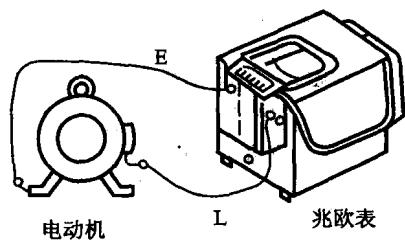

图 1-1-4 兆欧表测绝缘电阻的示意图
④ 测量时一般只使用兆欧表的“线(L)”和“地(E)”两个接线端接被测对象,测量电路如图1-1-4所示。
⑤ 连接兆欧表与被测对象宜使用单股导线。
⑥ 手柄摇动的速度尽量保持在120 r/min,待指针稳定1 min后进行读数。
⑦ 测试完毕,先降低手柄摇动的速度,并将“线(L)”端子与被测对象断开,然后停止摇动手柄,以防止设备的电容对兆欧表造成损害。注意此时手勿接触导电部分。